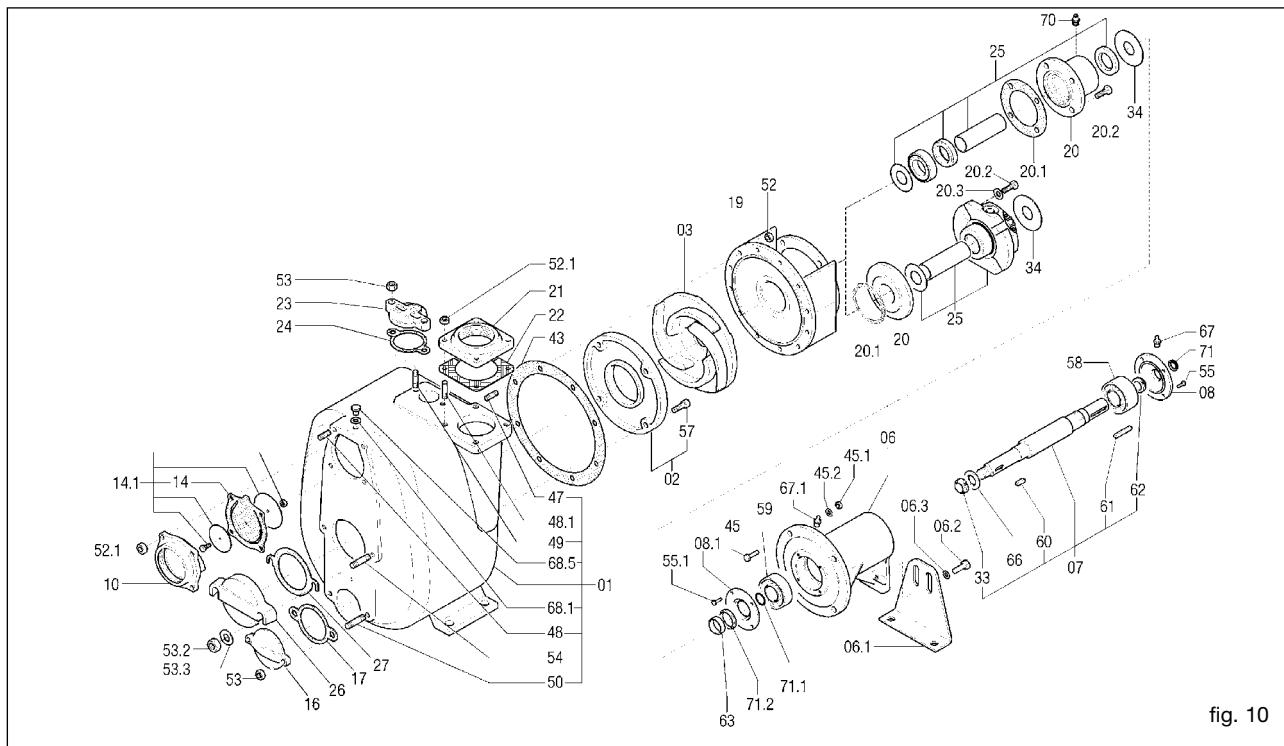
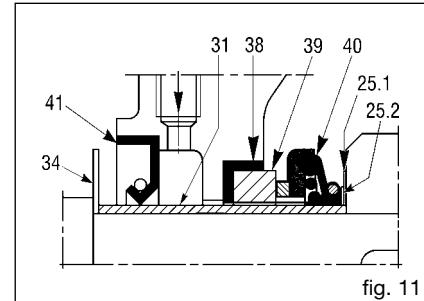
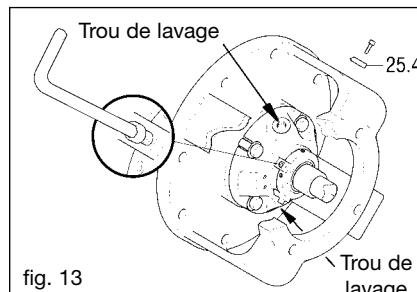

fig. 10
fig. 11
fig. 13
Le tuyau d'aspiration doit avoir un diamètre égal à celui de l'orifice d'aspiration de la pompe (consulter Varisco pour des diamètres supérieurs). Eviter, si possible, les coude ou les étranglements pouvant limiter l'arrivée de liquide à la pompe. Ne pas monter la soupape de pied car la pompe est équipée d'un clapet anti-retour incorporé (14) (fig. 10).
À titre d'exemple, un dessin éclaté est représenté (fig. 10).
13.2 Remplacement de la turbine (fig. 10)
- Dévisser les écrous (52) et enlever le corps de la pompe en veillant à ne pas abîmer le joint (43).
- Bloquer la turbine (03) et dévisser l'écrou à blocage automatique (33).
- Remplacer éventuellement le joint (43)
13.3 Remplacement de la plaque d'usure (fig. 10)
- Dévisser les vis à tête hexagonale encastrée (57).
- Enlever et remplacer la plaque d'usure (02).
- Remplacer éventuellement le joint (43).
13.4 Remplacement de la soupape (fig. 10)
- Retirer le porte-soupape (10).
- Nettoyer le logement de la soupape du porte-soupape (10) et le remonter.
13.5 Remplacement de la garniture de type 1 - 2 - 3 (fig. 10,11 et 12)
- Bloquer la turbine (03) et enlever l'écrou à blocage automatique (33).
- Retirer le porte-moteur (19). La partie tournante de la garniture (40) montée sur l'entretoise (31) s'enlève automatiquement en même temps que celui-ci.
- Enlever la contre-face (39) ainsi que le joint correspondant (38) du porte-moteur.
- Démonter le pare-huile (41).
- Enfiler l'anneau qui soutient la garniture (25.1). Pousser ce dernier en avant jusqu'à ce qu'il soit possible de remonter la languette (60).
- Remonter la turbine (03), la rondelle (66) et visser l'écrou (33).
- Remonter le joint du corps (43) en mettant de la graisse des deux côtés.
13.6 Remplacement de la garniture de type 4 - 5 (référence fig. 10, 13, 14, 15 et 16)
- Dévisser les écrous (52) (fig. 10) et enlever le corps de la pompe en veillant à ne pas abîmer le joint (43).
- Fixer les goujons (25.4) qui bloquent la garniture dans les logements correspondants (fig. 13).
- Enlever les goujons (25.4) (fig. 13) qui bloquent la garniture et les fixer sur les trous prévus à cet effet de la bride afin de les utiliser durant la phase de démontage.
- Il faut pur cela que les cotes A et B des fig. 17, 18, 20 et 21 soient le plus possible égales. Il est donc nécessaire d'utiliser les anneaux de compensation (25.2) (fig. 11) fournis avec la garniture de rechange. Ces anneaux servent à déplacer la turbine vers l'avant au cas où elle soit trop loin de la plaque d'usure frontale ou trop près de celle arrière (quand elle est prévue). Les anneaux de compensation doivent être montés entre l'anneau qui soutient la garniture (25.1) (fig. 11) et la turbine. D'autres ajustements peuvent être faits avec les joints du corps et la plaque d'usure arrière. Le joint (43) (fig. 10) qui a une épaisseur de 0,5 mm permet d'obtenir la distance voulue (fig. 19).
13.8 Entretien des roulements (fig. 10)